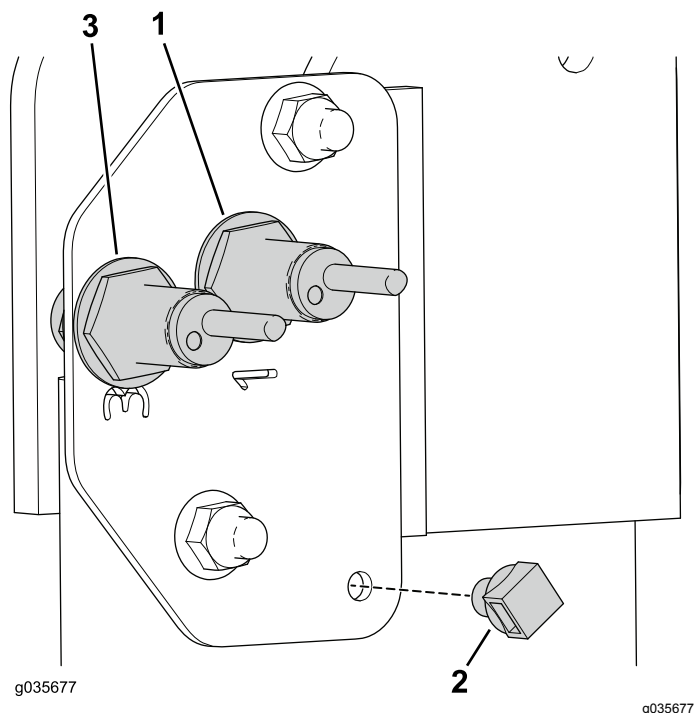
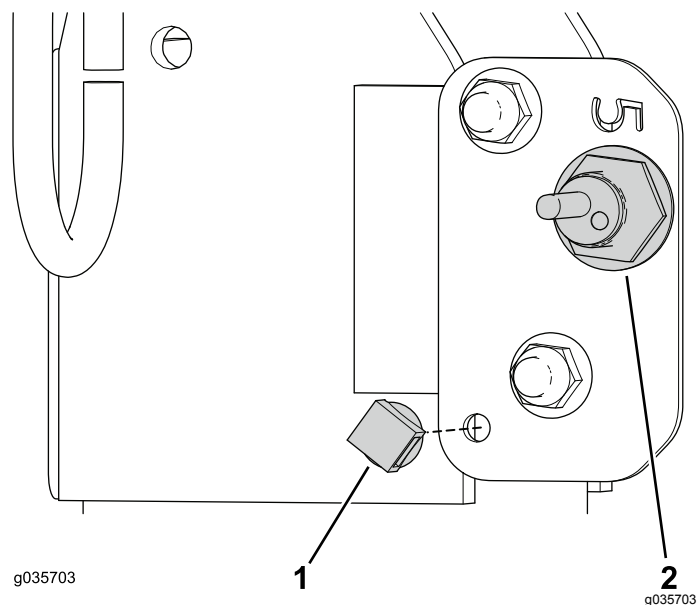

図 23
図 24
5. それぞれの近接センサーにワイヤハーネスを接続する 図 23 と 図 24。
6. 左右のセンサープレートに、ケーブルタイのクリップを取り付ける 図 23 と 図 24。
7. ケーブルタイをクリップに通してワイヤハーネスコネクタに巻き付け、センサープレートに固定する 図 23 と 図 24。